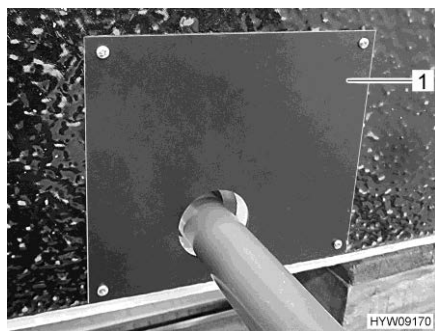

Fig. 176 Copertura (vano del serbatoio delle acque grigie)
- Rimuovere la copertura (Fig. 176,1) del serbatoio delle acque grigie.
- Posizionare la copertura (Fig. 176,1).